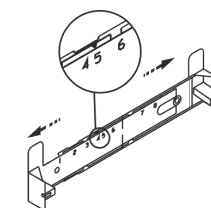

рис. 5
- увеличьте размер кронштейна рис.5 (если это необходимо), раздвинув его, и установите фиксатор напротив цифры, соответствующей Вашей кухонной вытяжке (см табл.3, графа N).